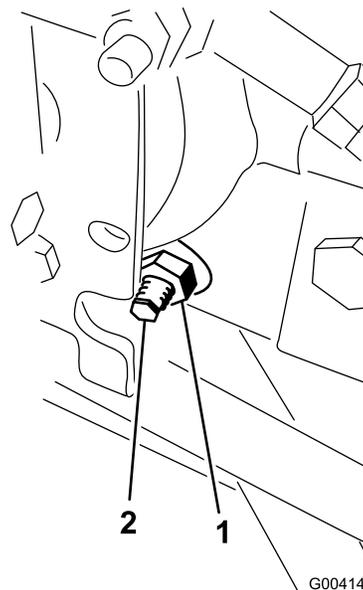

Figure 89
3. Sous le côté droit de l'hydrostat, desserrez le contre-écrou sur la came de réglage de transmission (Figure 89).